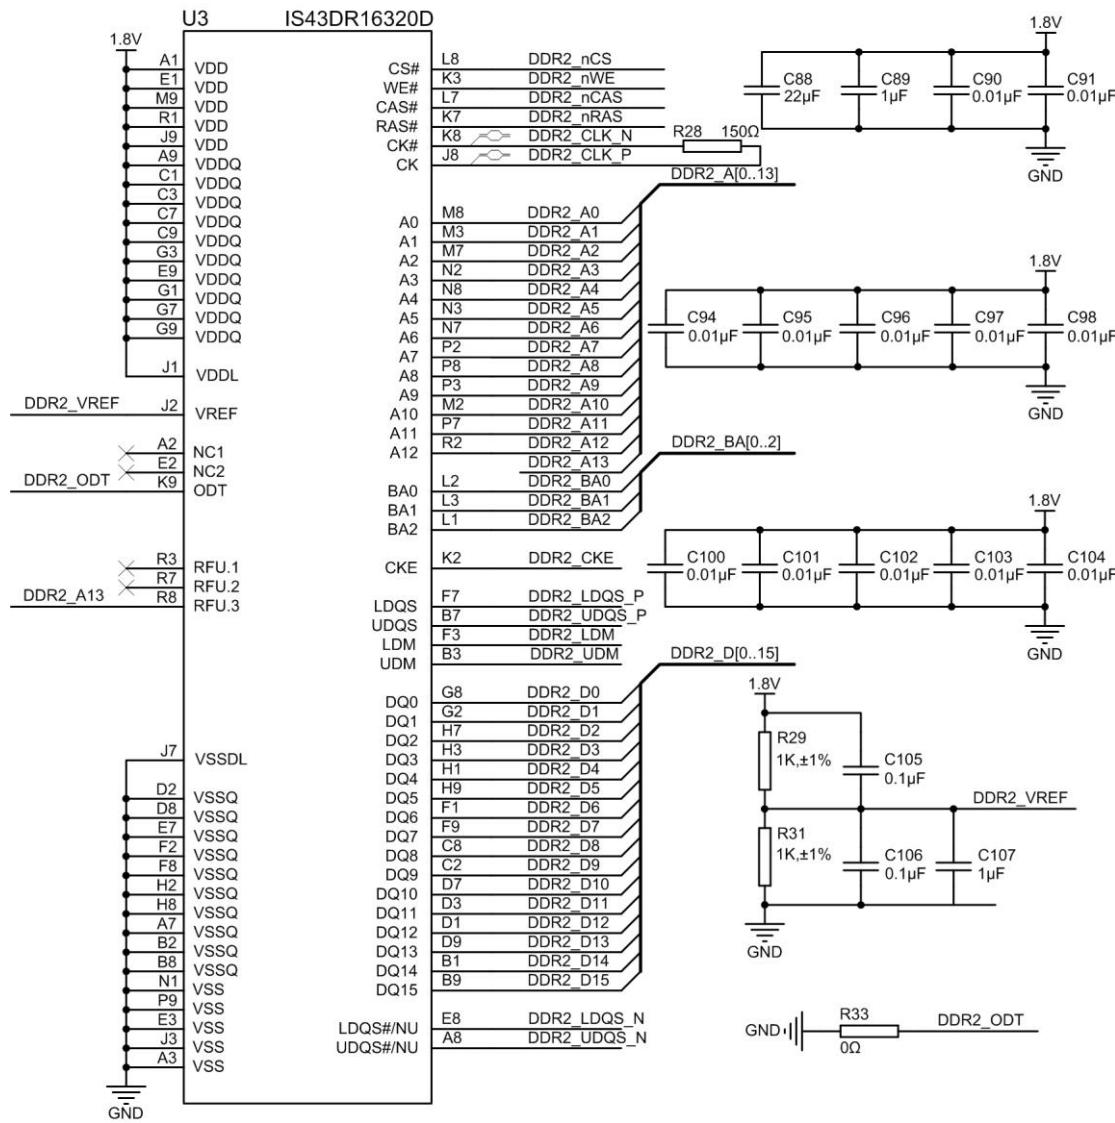

图 2-7 DDR2 典型应用电路
i.MX28x 支持 16bit mobile DDR、DDR2、和 LV-DDR2，时钟频率高达 205MHz。EasyARM-i.MX28x 核心板上选用的是 DDR2，具体选用 Nanya 公司的 NT5TU32M16DG-AC，内存大小 64MB，完全满足系统应用需求。DDR2 参考电路详见图 2-7。
为满足用户多元化需求，图 2-7 的设计兼容 IS43DR16320D-3DBLI（64MB，工业级）、IS43DR16640B-3DBLI（128MB，工业级）等型号的 DDR2。如果选用其他公司相应型号的芯片，请确保引脚和封装兼容。